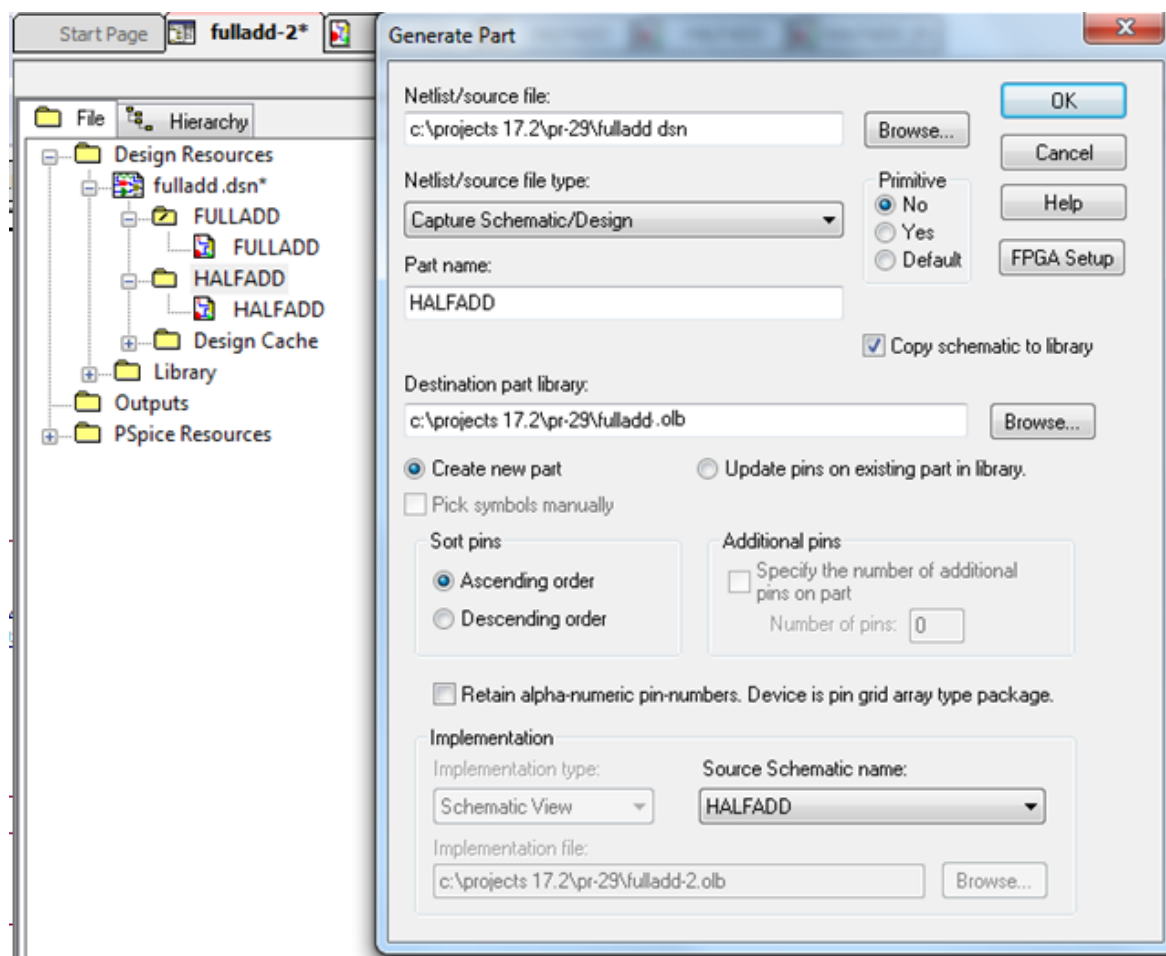

Рис. 18.18. Создание компонента HALFADD
3. В диалоговом окне Generate Part (рис. 18.18), укажите местоположение дизайн-файла, содержащего схему, для которой этот компонент должен быть сделан.